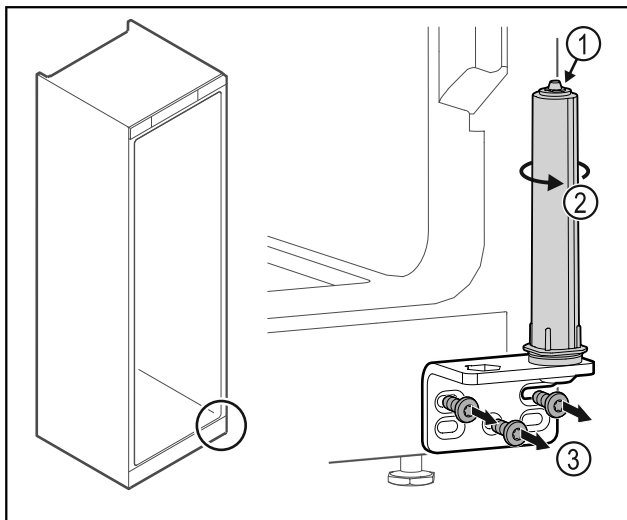

Fig. 45
- ▶ Не разглобявай те затварящата система на вратата Fig. 45 (1).
- ▶ Въртете затварящата система Fig. 45 (2), докато тя щракне.
- ▶ Развийте ъгъла на пантата Fig. 45 (3).